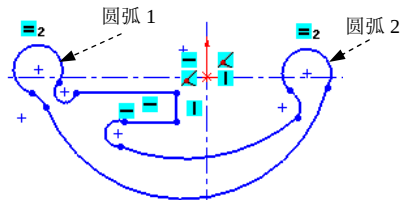

图 2.14.4 添加“相等”约束
Step1. 添加图 2.14.4 所示的“相等”约束。按住 Ctrl 键，选取图 2.14.4 所示的圆弧 1 和圆弧 2，系统弹出“属性”对话框，在 **添加几何关系** 区域中单击 **相等(E)** 按钮。